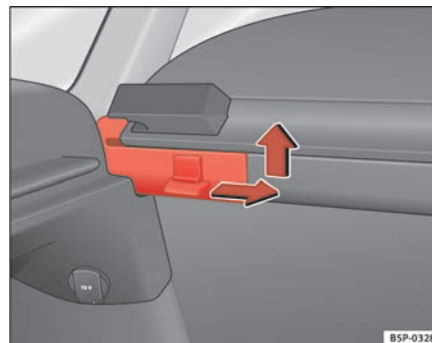

Fig. 125 Desmontaje de la bandeja portaobjetos
- Presione la clavija lateral en el sentido de la flecha, levante la bandeja y extráigala. ⇒ fig. 125